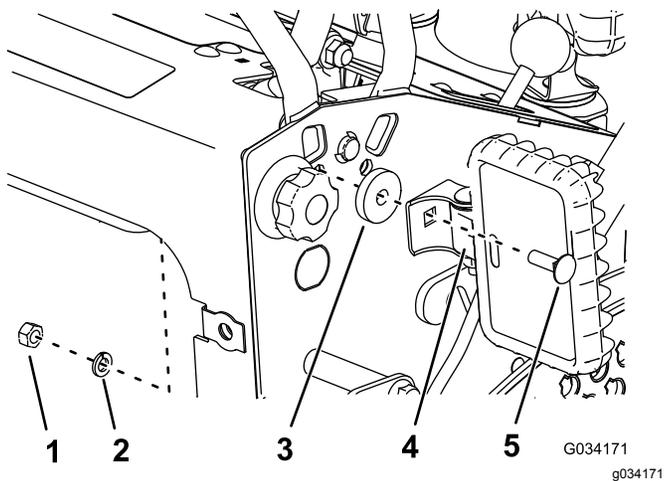

Figure 3
7. Retirez le boulon, la rondelle et l'écrou du feu arrière et utilisez-les pour monter le feu arrière et l'entretoise sur le côté droit du panneau de commande (Figure 3).